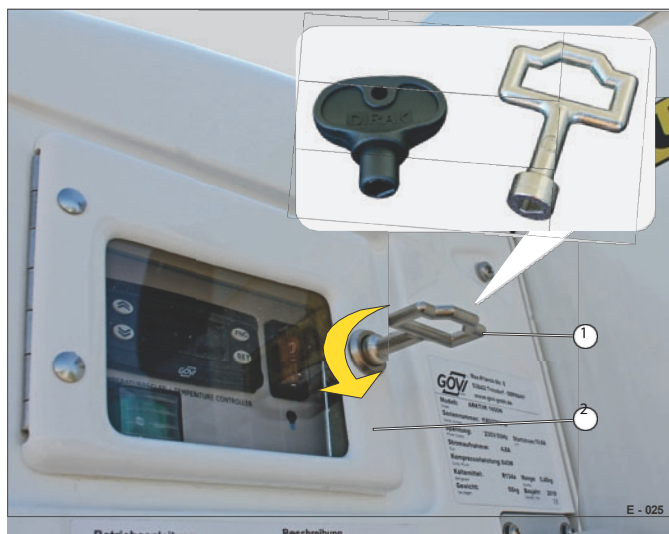

Fig. 25 Lås upp manöverpanelen
Obehöriga personer får inte ha direkt tillgång till kylaggregatets manöverpanel! Manöverpanelen måste låsas med skyddsklaffen (Fig. 25/2) efter att kylaggregatet har slagits på/stängts av.
- För in hylsnyckeln (Fig. 25/1) i hålet.